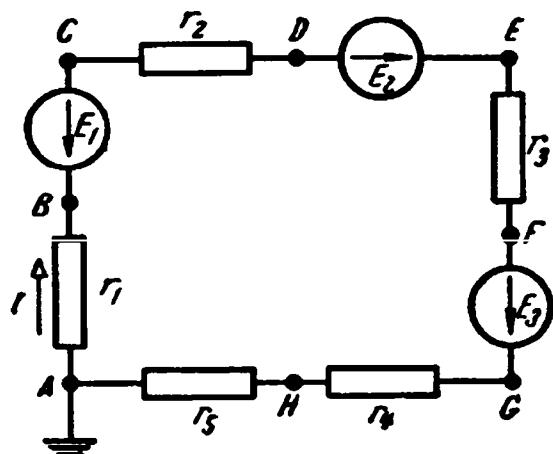

Рис. 1.30. Схема электрической цепи
**Задание:** построить потенциальную диаграмму для цепи (рис. 1.30), если  $E_1 = 8 \text{ В}$ ;  $E_2 = 24 \text{ В}$ ;  $E_3 = 12 \text{ В}$ ;  $r_1 = 4 \Omega$ ;  $r_2 = 6 \Omega$ ;  $r_3 = 10 \Omega$ ;  $r_4 = 12 \Omega$ ;  $r_5 = 8 \Omega$ . Внутренним сопротивлением источников пренебречь.